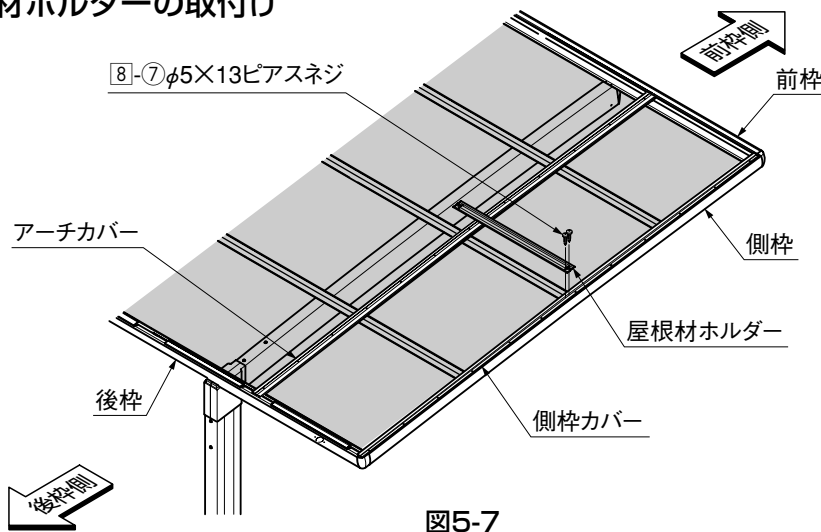

図5-7
- ① 屋根材ホルダーを後枠側から数えて2本目の母屋の真上の位置に[8]-⑦で取付けてください。(図5-7参照)
- ② サポートを取付ける場合は、屋根材ホルダー（オプション）を追加し、前枠と後枠から数えてそれぞれ1本目の母屋の真上の位置に取付けてください。